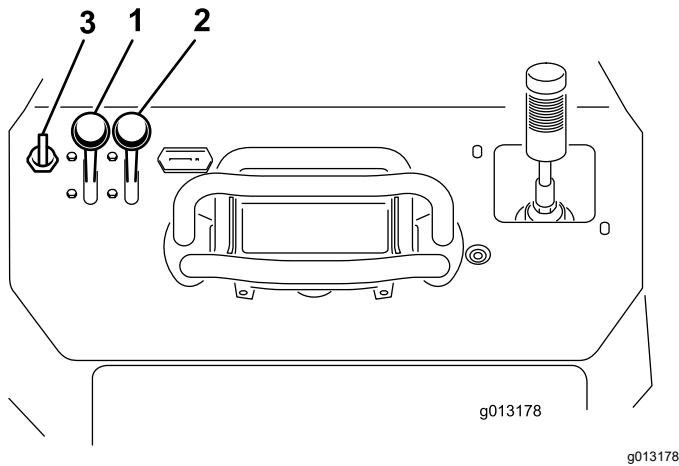

図 17
1. スロットルレバーを低速と高速の中間位置にセットする **図 17**。
2. チョークレバーを ON 位置とする **図 17**。
3. キーを ON 位置に回す (**図 17**)。エンジンが始動したら、キーから手を離してください。
4. チョークレバーを徐々に OFF 位置へ戻す **図 17**。それでエンジンの回転が悪くなるようであれば、チョークを元に戻してエンジンが温まるのを待つ。
5. スロットルレバーを希望位置にセットする **図 17**。